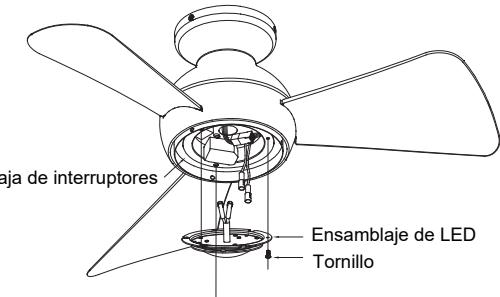

Fig. 16a
Paso 7. Para uso con el kit de iluminación: Conecte los 2 conectores de un pin de la caja de interruptores a los 2 conectores de un pin del ensamblaje de LED. Acople el ensamblaje de LED a la caja de interruptores utilizando las dos muescas de bocallaves. Vuelva a colocar el tercer tornillo retirado en el paso 4 y ajuste bien los tres tornillos (**Fig. 16a**).